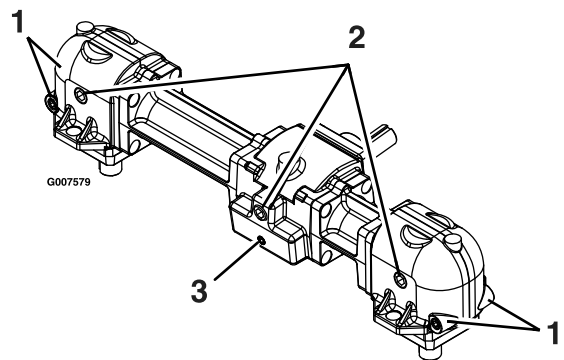

Figura 30
4. Retire el tapón grande de drenaje de aceite de la parte delantera de cada una de las tres secciones de la caja de engranajes, y drene el aceite (Figura 30).